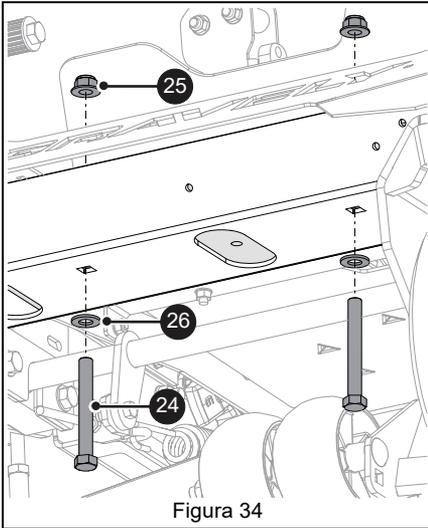

Figura 34
5. Asegure los pesos con cuatro pernos hexagonales de 1/2" x 4" (pieza 24), dos arandelas planas de acero de 17/32" x 7/64" (pieza 26) y dos tuercas de brida Nyloc de 1/2"(pieza 25). Los pernos se introducen por las arandelas por debajo de la unidad. Consulte Figura 34.